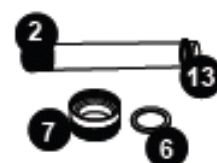

Figura 6
Você vai encontrar uma arruela de compressão de aço inoxidável(6) que passa pelo tubo de quartzo. Guarde essa arruela (6) para uso posterior, Figura 6. Há também um anel de vedação (13), comprima o anel de vedação, lentamente e cuidadosamente remova o tubo de quartzo.